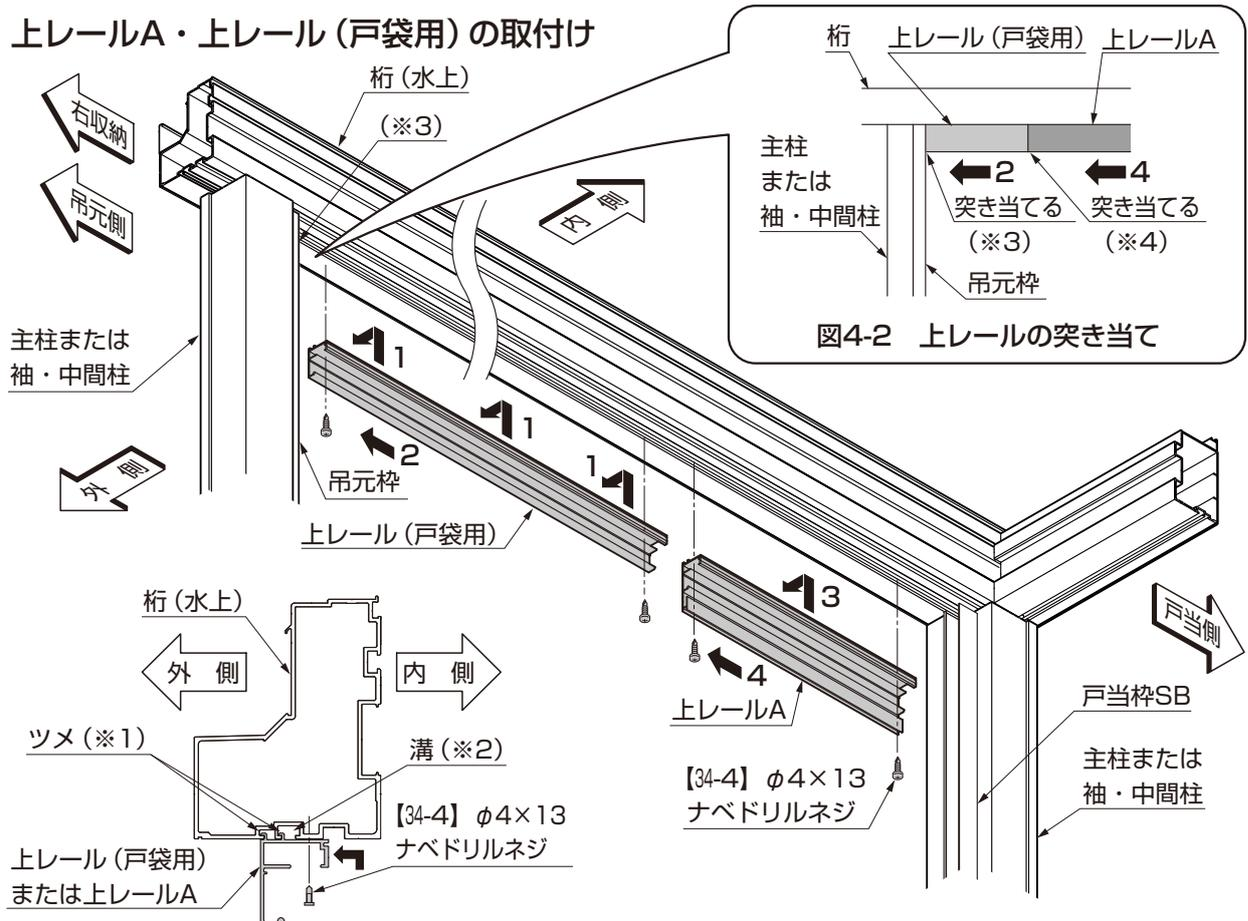

図4-1 上レール(戸袋用)・上レールAの取付け
- ①上レール(戸袋用)のツメ(※1)を、桁底部の溝(※2)に引っ掛けて、【34-4】で取付けてください。(図4-1参照)
- ②同様に上レールAのツメを、桁底部の溝(※2)に引っ掛けて、【34-4】で取付けてください。(図4-1参照)